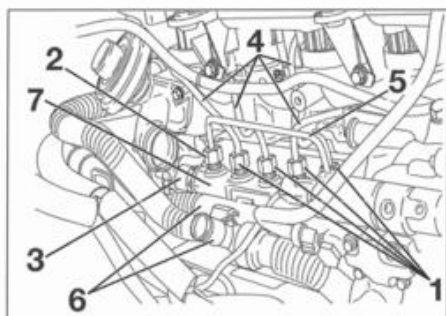

FIG. 31
- Aflojar los rácores de alta presión (1) y (2) (fig. 31).
- Desconectar el captador de alta presión (3) en el extremo de la rampa.
- las tuberías de alta presión (4) y (5).
- los tornillos de fijación de la rampa separando los manguitos de agua (6) para tener acceso a los tornillos.
- la rampa de inyección (7).